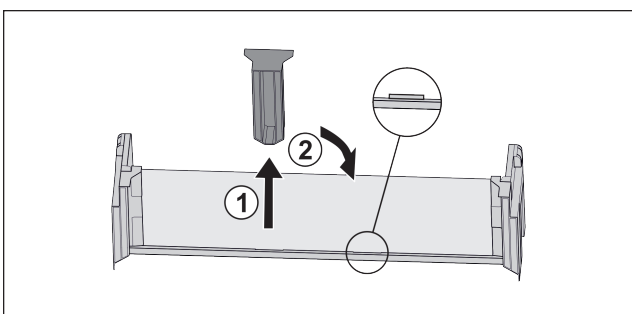

Fig. 27
- ▶ Витягнути середню деталь для підтримки Fig. 27 (1).
- ▶ Вставити середню деталь для підтримки на друге положення Fig. 27 (2).